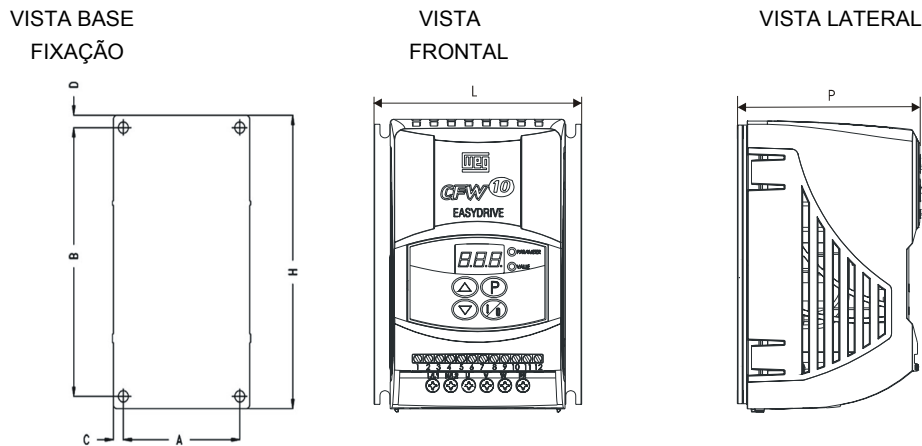

Figura 1 – Dimensões e dados para instalação CFW-10 Cold Plate
1. Marque as posições dos furos de fixação na base de montagem onde será fixado o inversor de frequência (veja figura 1).
5. Continue a instalação mecânica conforme indicado no capítulo 1 do manual do inversor de frequência. A tabela 3.1 do manual não contempla os inversores de frequência “Cold Plate” (CP). As dimensões externas e demais dados para instalação são os que aparecem na figura 1 deste adendo.